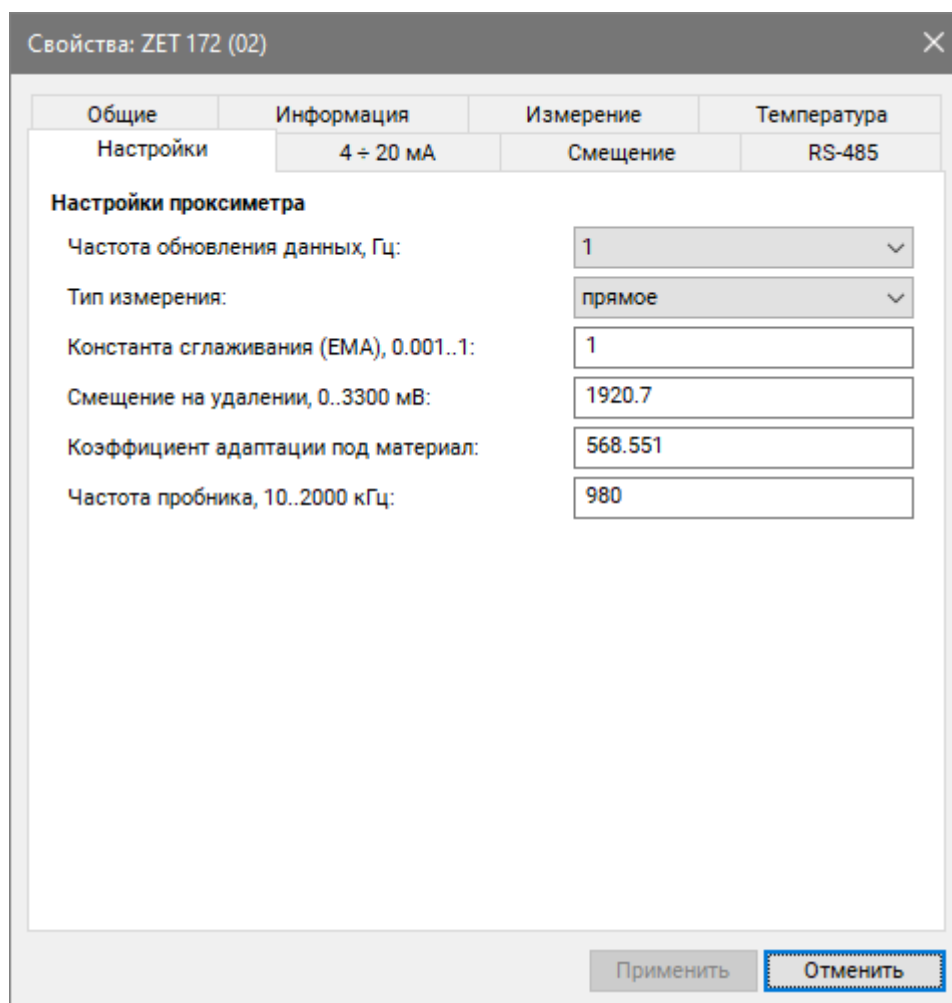

Рис. 4.6 Вкладка «Настройки»
На Рис. 4.6 приведен пример вкладки «Настройки».
2.2.3.1. В окне «Свойства» измерительного канала выбрать вкладку «Настройки» (Рис. 4.6), в выпадающей вкладке «Тип измерения» выбрать «прямое», применить, нажав кнопку «Сохранить».